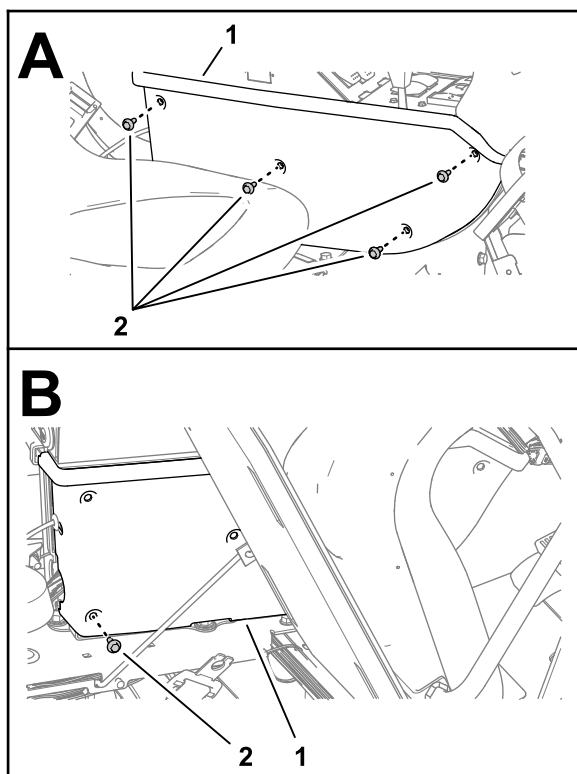

Рисунок 179
1. Установите боковую панель на раму консоли (Рисунок 179) с помощью 4 колпачковых винтов с фланцевыми головками ($\frac{1}{4} \times \frac{3}{4}$ дюйма).
2. Наклоните сиденье вперед и заверните нижний задний колпачковый винт с фланцевой головкой (Рисунок 179).